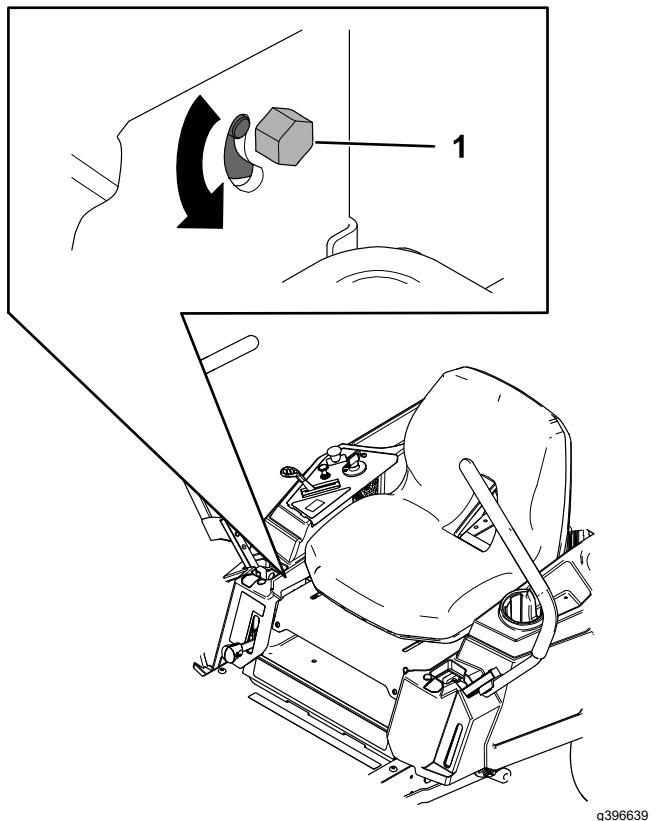

Figura 53
- Individuate il bullone di regolazione dell'allineamento vicino alla leva di comando del movimento sul lato specifico che richiede la regolazione (Figura 53).